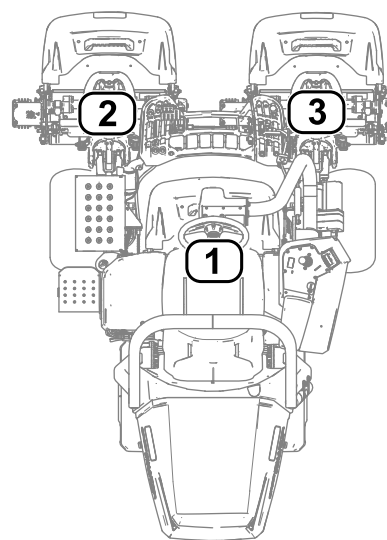

Figura 28
- **1** se refiere a la unidad de corte central (Figura 28)
- **2** se refiere a la unidad de corte delantera izquierda (Figura 28)
- **3** se refiere a la unidad de corte delantera derecha (Figura 28)